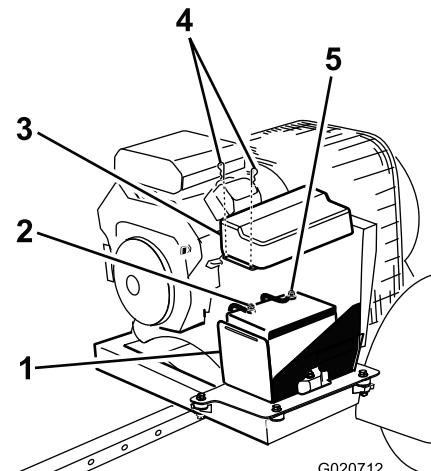

図5
3. 黒いケーブル(ー)をバッテリーの(ー)端子に取り付ける(図5)。
2. プラス・ケーブル(赤いケーブル)をバッテリーのプラス(+)端子に取り付ける(図5)。